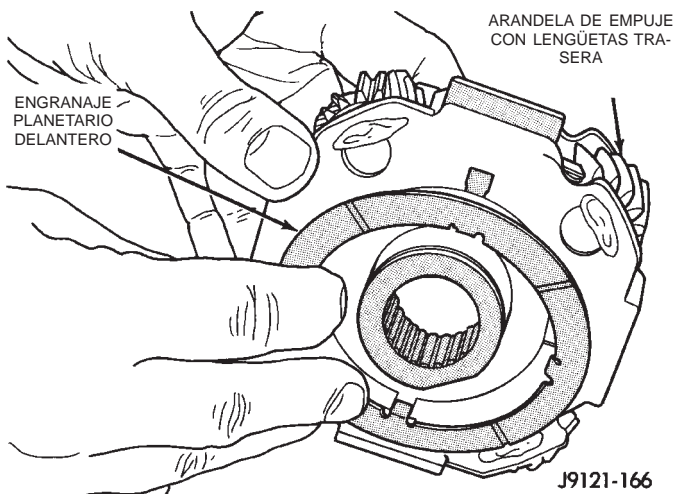

Fig. 158 Instalación de la arandela de empuje trasera en el engranaje planetario delantero
(13) Instale la arandela de empuje trasera en el engranaje planetario delantero (Fig. 158). Utilice la vaselina suficiente como para mantener la arandela en su lugar y asegúrese de que las cuatro lengüetas estén asentadas.